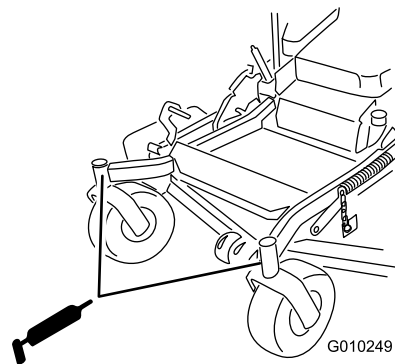

Figura 42
9. Retire el adaptador de engrase del punto de engrase. Instale el tapón hexagonal y la tapa (Figura 42).
10. Engrase los cojinetes de las ruedas giratorias (Figura 42).